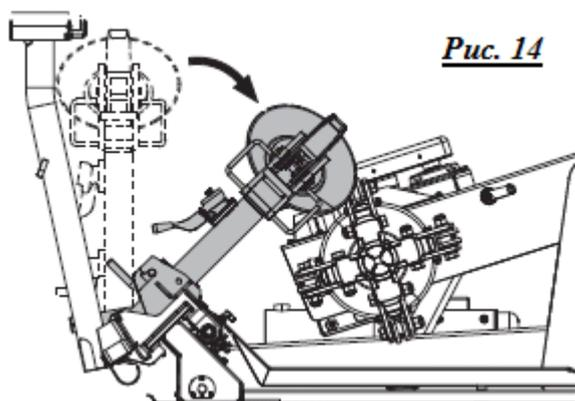
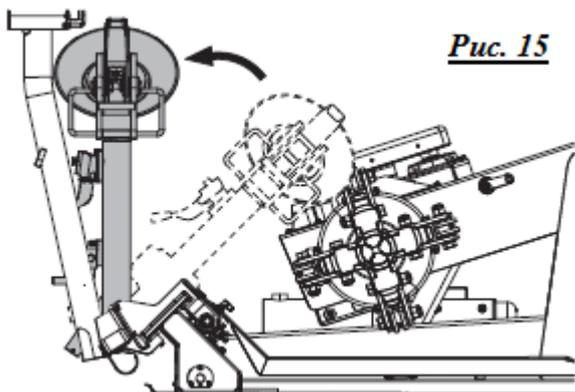

Рис. 14
Рис. 15
- Переместите бортировочную лапу в положение «выкл.» (рис.15, положение 1);
В рабочем положении (рис.14, в. 1) бортировочная лапа опускается в направлении зажимного устройства и из этого положения выполняет различные варианты снятия борта покрышки, а также операции по демонтажу и монтажу.
В нерабочем положении (рис. 15, в. 1): бортировочная лапа находится в вертикальном положении. Она должна находиться в таком положении каждый раз, когда нет нужды в ее использовании и в случаях, когда необходимо перевернуть покрышку с одной ее стороны на другую, в течение рабочего процесса.
5. Опустите руку инструмента в рабочее положение (включив предохранительное защитное устройство) (Рис.14).
7. После того, как внешнее бортирование выполнено, отцепите и поднимите рычаг держателя инструмента, поместив его в нерабочее положение (рис. 15, с. 1); Используйте ручное управление для расположения держателя инструмента с внутренней стороны колеса, затем переместите его в рабочее положение (рис. 14, с. 1) и закрепите его специальным предохранительным разъемом.
- Как только внешний борт был удален, уберите держатель от колеса, отцепите его и поднимите, переводя его в нерабочее положение (рис. 15, с. 1). Используйте ручное управления для позиционирования рычага держателя инструмента на внутренней стороне колеса, затем снова переведите его в рабочее положение (рис. 14, с. 1), и зафиксируйте его с помощью предохранительного крюка.